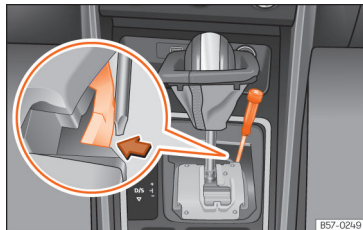

Рис. 104 Важіль селектора: аварійне розблокування в положенні **P**.
- Пласкою викруткою натисніть жовтий фіксатор убік і тримайте >>> **рис. 104**.